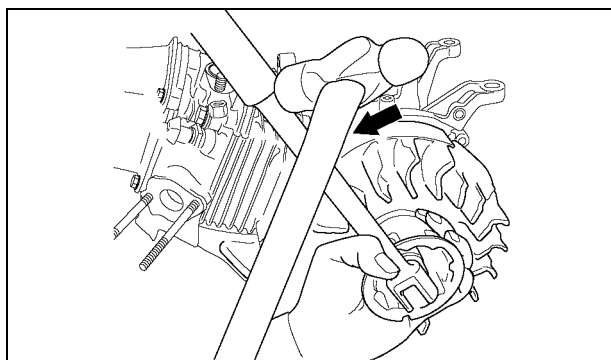

Рис. 5-10
| 13 | Шкив стартера | Удалите с маховика шкив стартера. Поместите кольцевой или торцевой гаечный ключ на гайку маховика и ослабьте гайку постукиванием по ключу молотком. (См. рис. 5-10.) ПРИМЕЧАНИЕ: 1) Не следует помещать отвёртку и иные предметы между лопатками маховика, чтобы не подвергнуть их опасности повреждения. 2) Ударьте по гаечному ключу молотком против часовой стрелки. 3) Вентиляторы двигателей модели EX21 выполнены из синтетических смол. Обращаясь с ними будьте предельно осторожны. | Гаечный или накидной ключ на 19 (24) мм или накидной ключ (модели EX13, 17 и 21) Гайка М18 (модель EX27) |